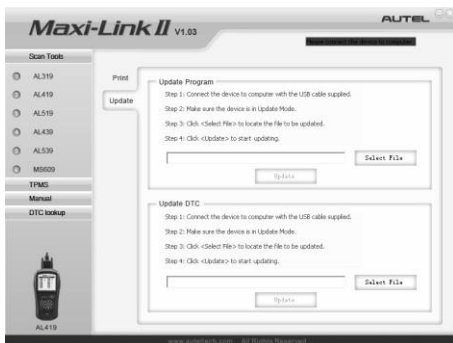

Figure 3.12
- 2) Exécutez le kit d'outils MaxiLinkII dans votre ordinateur. (Figure 3.12)
- 5) Sélectionnez les programmes à mettre à jour sur votre ordinateur. Il existe deux types de programmes : le système d'exploitation et la bibliothèque DTC. (Figure 3.12)